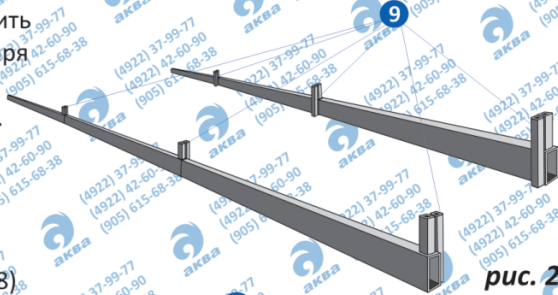

рис. 2
3. С внутренней стороны теплицы забить в землю грунтозацепы по уровню штыря основания в местах установки проходных дуг, как показано на рис. 2.